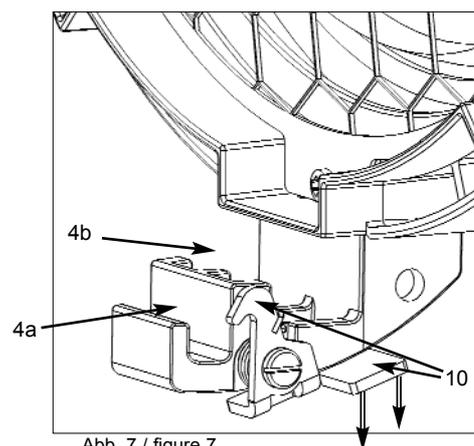
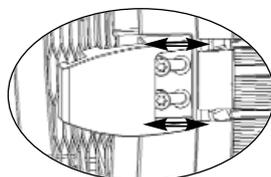

Abb. 7 / figure 7
Abb. 8 / figure 8
- Bei Modellen mit optionaler zweiter Torsicherung (10, Abb. 7), diese zuerst öffnen, Zubehör, wie z.B. Flügeltor, einsetzen und anschließend zweite Torsicherung wieder loslassen. Bei allen anderen Modellen - Zubehör einfach in Halteklau (4a, Abb. 7) einsetzen.
- Der hintere Einschub (4b, Abb. 7) der Halteklauen dient zur Aufnahme von Filterrahmen oder Scrims.
- Die Einschubbreite der Halteklauen für Zubehör (4b, Abb. 7) kann durch Lösen der Schrauben und Längsverschieben nach Bedarf verstellt werden (Abb. 8). Diese Funktion dient unter Anderem auch zur Reduzierung von Streulicht zwischen Linsenfassung und Zubehör.
- For models with optional barndoor catch (10, figure 7), open the barndoor catch and insert accessories, e.g. barndoor, and then release the catch. For all other models - simply insert the accessory into the bracket (4a, figure 7).
- The rear slot (4b, figure 7) of the accessory bracket holds filter frames or scrims.
- In order to change the depth of the accessory brackets (4b, figure 7), loosen the screws and slide the bracket to the desired position (figure 8). This feature also helps reducing diffused light between lens door and accessory.